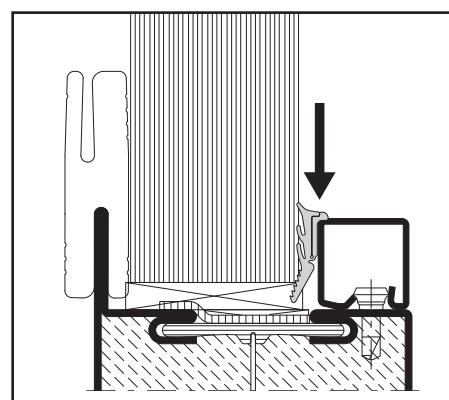

Abb. 26 / Fig. 26 / Fig. 26
- Keildichtungen glasleistenseitig mit leichtem Übermass in 45°-Gehrung zuschneiden und eindrücken (Abb. 26)
- Découper les joints à bourrer coté parcloses d'onglet à 45° avec une légère surlongueur et les enfoncez (fig. 26)
- Cut with small oversize the wedge weatherstrips in a miter joint on the glazing bead side and press in (fig. 26)